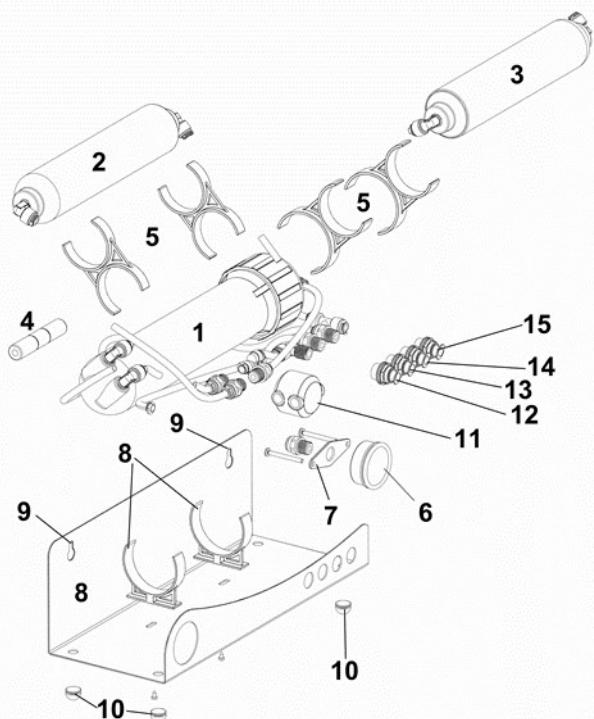

Fig. 1 :
Attention : Lors de la première mise en fonction rincer particulièrement (Fig. 1, n° 3) le pré filtre et raccordez le, seulement après, au boîtier pression de la membrane !
2. Raccordez le tuyau des eaux usées (Fig. 1, n° 14). À l'aide du collier de serrage fourni (Fig. 2, n° 1), le tuyau d'eaux usées peut également être raccordé directement à une conduite d'eaux usées appropriée dans laquelle un trou d'environ 5 mm a été préalablement pratiqué. Le sceau carré (Fig. 2, n° 2) est placé entre la pince et le trou. Toutefois, afin de réduire le risque de contamination par les bactéries, il est conseillé de ne pas raccorder le tuyau d'évacuation des eaux usées à la canalisation des eaux usées, mais de le laisser s'égoutter dans l'égout.
3. Raccordez le réservoir de l'eau d'osmose (Fig. 1, n° 13).
4. Un robinet d'eau pour les systèmes d'osmose (non compris dans la livraison) peut être raccordé à la deuxième sortie d'eau d'osmose (Fig. 1, n° 15), à condition qu'un réservoir sous pression (non compris dans la livraison) soit présent à la première sortie (Fig. 1, n° 13).